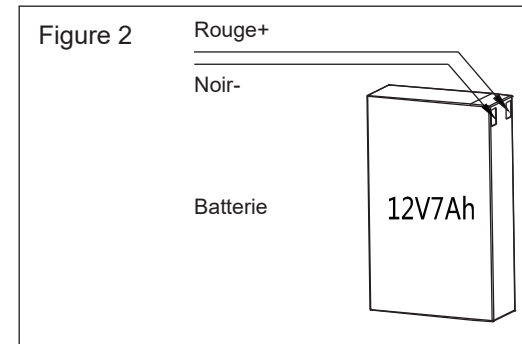

Figure 2
5. Les batteries des grands appareils peuvent être expédiées séparément afin d'éviter qu'elles ne soient endommagées pendant le transport. Installer les batteries dans l'armoire et effectuer les connexions appropriées (Fig.2).